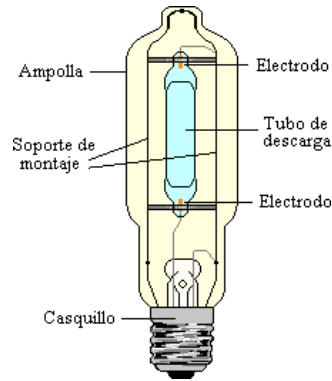

Figura 61. Componentes principales de una lámpara de halógeno.
- Lámparas halógenas: ésta es una variante de la lámpara incandescente, en la que el vidrio se sustituye por un compuesto de cuarzo, que soporta mejor el calor, y el filamento, y los gases se encuentran en equilibrio químico, mejorando el rendimiento del filamento y aumentando su vida útil. (Ver **Figura 61**). Algunas de estas lámparas funcionan a baja tensión, por lo que requieren un transformador.